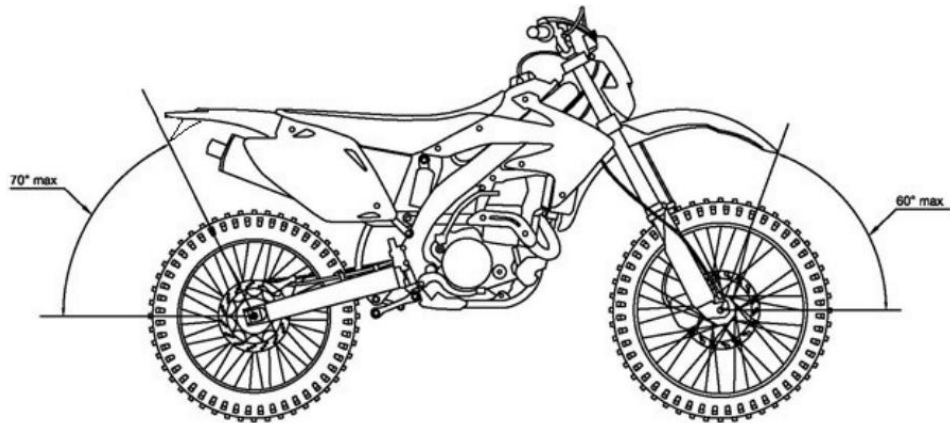

図3
43.02 フロントマッドガードの覆う範囲は、マッドガードの前部先端からホイールの中心までのラインと、ホイールの中心から水平に伸びたラインで形成する角度は最大60度とする。（図3参照）